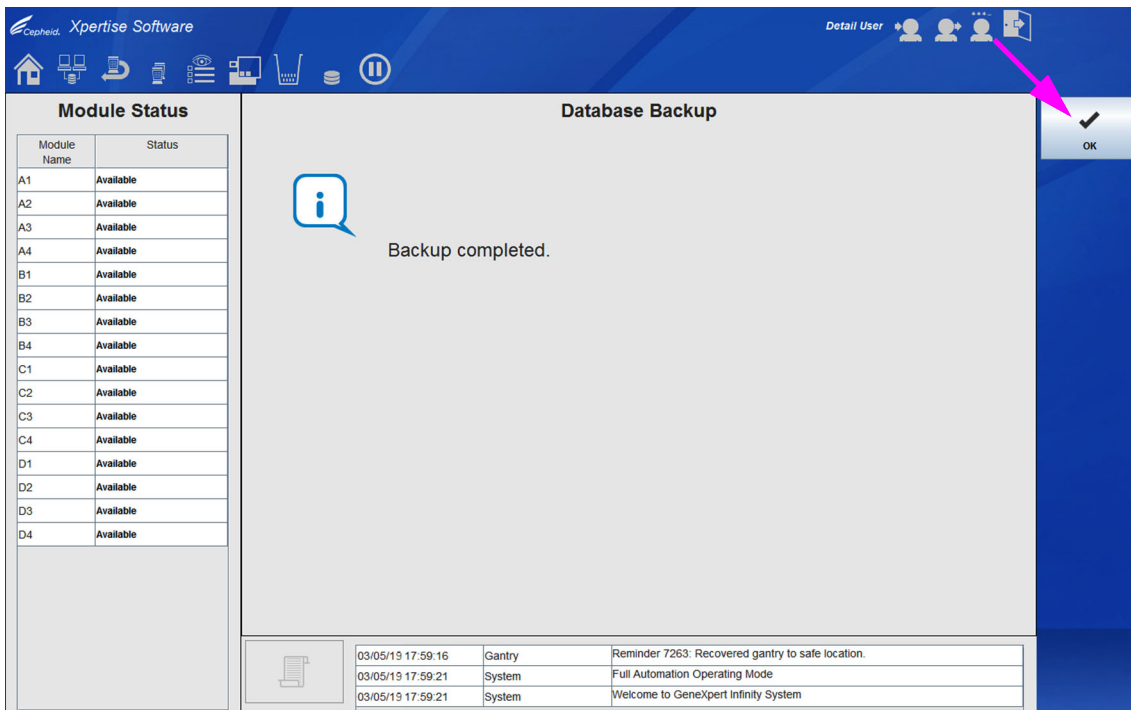

図 5-149. データベースバックアップワークスペース - バックアップ完了
4. バックアッププロセスが終了すると、プロセス完了メッセージが表示されます。図 5-149 を参照。**OK** ボタンを選択します。